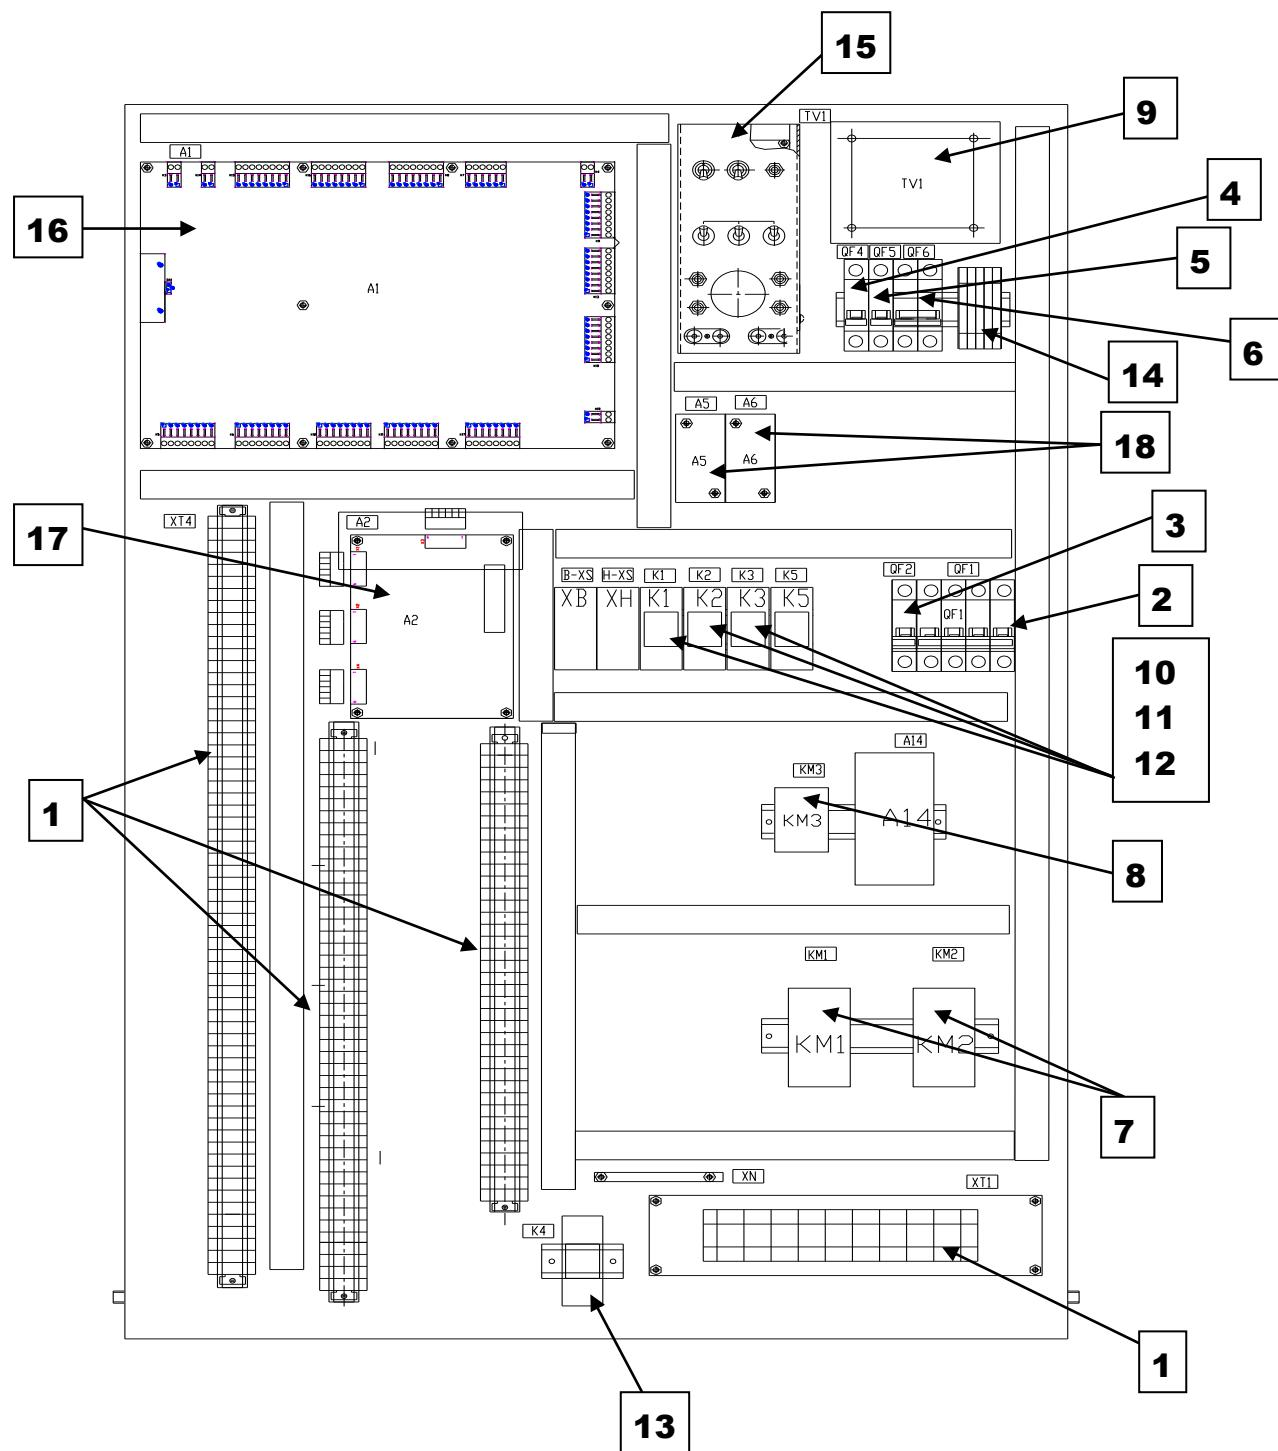

Рис. 1 - Шкаф управления лифтом УЭЛ
**В состав устройства входят (см. Рис. 1):**
**⚠ РАСПОЛОЖЕНИЕ ЭЛЕМЕНТОВ В УСТРОЙСТВЕ УПРАВЛЕНИЯ МОЖЕТ НЕЗНАЧИТЕЛЬНО ОТЛИЧАТЬСЯ ОТ ПОКАЗАННОГО НА РИС. 1.**